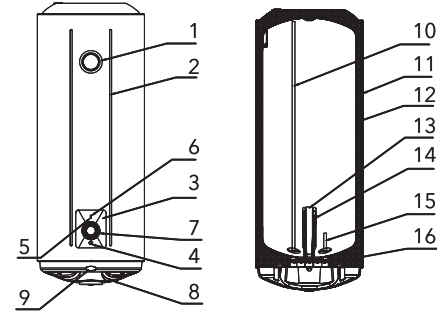

Рис. 1
1. Водонагреватели этой серии оснащены одним электрическим нагревательным элементом и могут работать в режиме полной или половинной мощности соответственно 1500 Вт или 750 Вт (водонагреватели емкостью 150 л в режиме мощности 2400 Вт или 1200 Вт). После подключения к источнику питания начнется нагрев в режиме 750 Вт (1200 Вт). Когда горит индикатор «Full power», значит включен режим полной мощности. Режим мощности регулируется нажатием кнопки «P» (рис. 1, п.4), одновременно будут гореть лампочка нагрева (рис. 1, п.5) и индикатор полной
мощности (рис. 1, п.6).
2. Режим половинной мощности выполняет нагрев в режиме энергосбережения; функция быстрого нагрева осуществляется в режиме полной мощности. С помощью ручки регулятора нагрева (рис. 1, п.7) установите требуемый уровень нагрева воды в диапазоне от min до max. Степень нагрева воды будет отображаться на шкале термометра (рис. 1, п.1). Режим «ECO» – эко режим, на шкале нагрева соответствует температуре 50–55°C. Нагрев воды отключается автоматически и включается для подогрева автоматически.